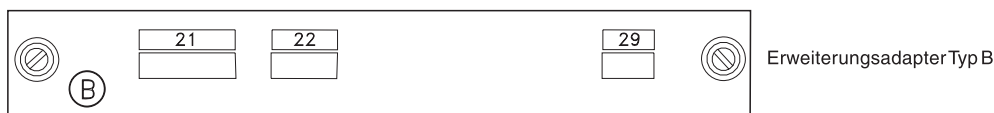

Abbildung 135. Erweiterungsadapter Typ B
1. In Abb. 135 die Buchse, über die die Einheitenkabel an Erweiterungsadapter Typ B angeschlossen werden mit einem X kennzeichnen.